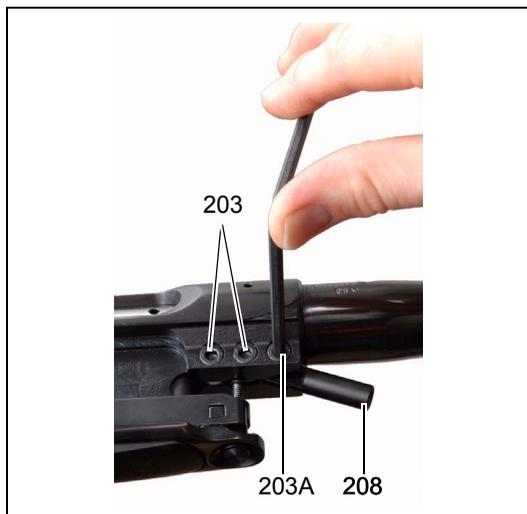

Рис. 20
- Закручивать зажимные винты только до тех пор, пока шестигранный стержень, вставленный в винт, не начнет упруго прокручиваться (ощутимое ограничение крутящего момента), (см. Рис. 20).